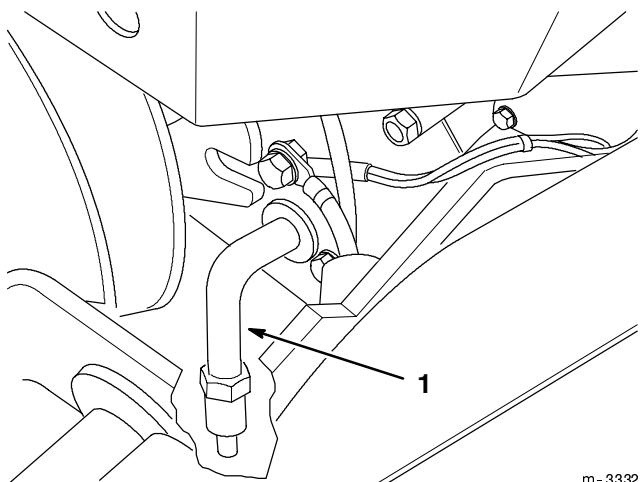

Abbildung 29
4. Eine Schale unter den Ölabblass stellen. Den Ölabblass öffnen, indem er um 1/8 Umdrehung im Gegenuhrzeigersinn gedreht und gleichzeitig herausgezogen wird (Abb. 29).